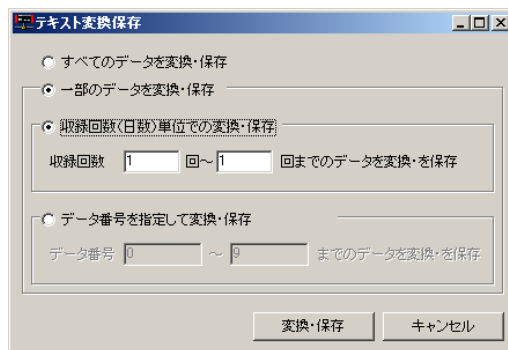
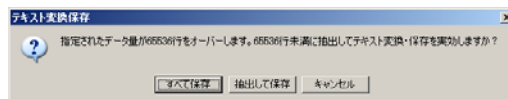

図 49. テキストファイル変換画面
図 50. 抽出変換・保存確認メッセージ
- ①28 ページに記した方法で、計測データの波形を表示します。
- ②ツールバーの『テキストファイル変換』ボタンをクリックすると図 49 のような画面が表示されます。
- ③『収録回数単位での変換・保存』をチェックしてテキスト変換する収録回数を指定し、『変換』ボタンをクリックしてください。
- ④テキスト変換後の行数が 65536 行以上になる場合、図 50 のようなメッセージが表示されます。この画面で『すべて保存』をクリックするとカーソルで指定したデータをすべて変換・保存します。『抽出して保存』をクリックすると、テキスト変換後の行数が 65535 行を超えないようにデータを抽出(飛ばして)して保存します。抽出率は自動で決定されます。例えば、テキスト変換後の行数が 655350 行になる場合、データは 10 ずつ飛ばして変換・保存されます。
- ⑤その後、Windows の保存ダイアログが表示されます。ここで保存先フォルダと保存ファイル名を指定して保存を実行してください。
- ①前述の方法で、テキストファイル変換画面(図 49)を開き、『データ番号を指定して変換・保存』をチェックしてテキスト変換するデータ番号を指定し、『変換』ボタンをクリックしてください。
- ②テキスト変換後の行数が 65536 行以上になる場合、図 50 のようなメッセージが表示されます。この画面で『すべて保存』をクリックするとカーソルで指定したデータをすべて変換・保存します。『抽出して保存』をクリックすると、テキスト変換後の行数が 65535 行を超えないようにデータを抽出(飛ばして)して保存します。抽出率は自動で決定されます。例えば、テキスト変換後の行数が 655350 行になる場合、データは 10 ずつ飛ばして変換・保存されます。
- ③その後、Windows の保存ダイアログが表示されます。ここで保存先フォルダと保存ファイル名を指定して保存を実行してください。